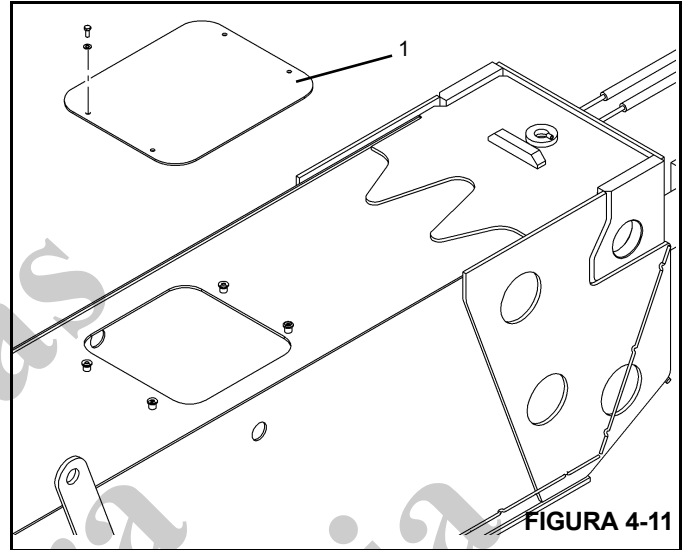
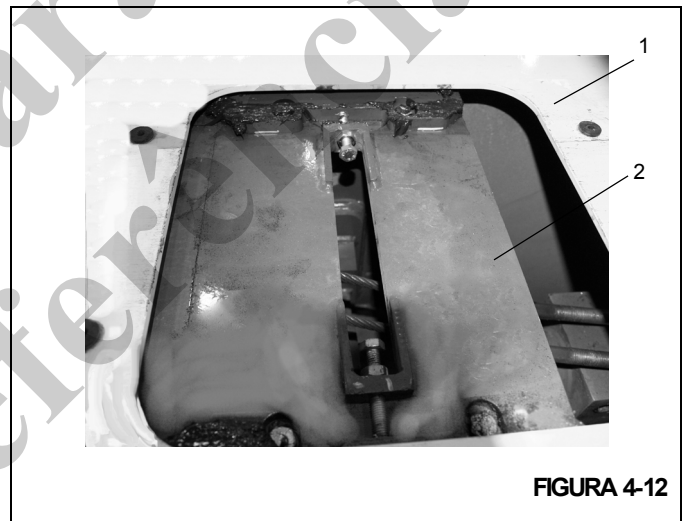

FIGURA 4-11
FIGURA 4-12
1. Remova a tampa de acesso (Figura 4-11, 1) na parte traseira superior da base da lança. Deslize o conjunto para fora da seção da base (Figura 4-12, 1) o suficiente para obter acesso às placas de desgaste ajustáveis superiores traseiras na seção intermediária interna (Figura 4-12, 2).